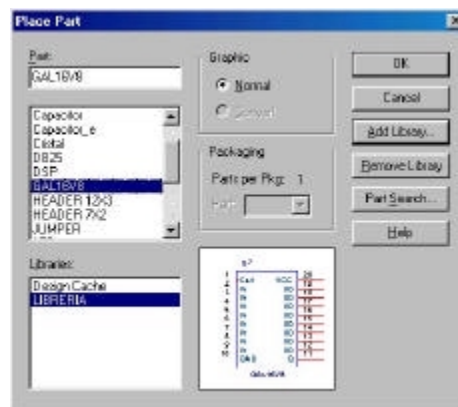

Figura 4.12 Selección del componente a insertar.
- 3 Seleccione el componente que quiera insertar y dé clic en el botón *OK* (ver figura 4.12).